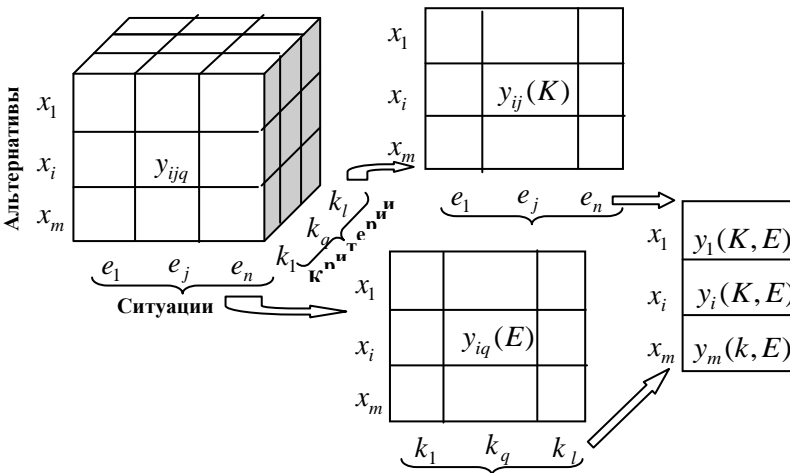

Рис.2.2 Схема получения интегральной оценки
2) по каждой альтернативе $x_i, i = \overline{1, m}$ и по каждому критерию $k_q, q = \overline{1, l}$ получают среднестатистическую оценку исходов $y(x_i, k_q)$, затем переходят к решению многокритериальной задачи ПР в условиях определенности. В целом, для построения модели интегральной оценки решений следует придерживаться следующей схемы (рис.2.2).